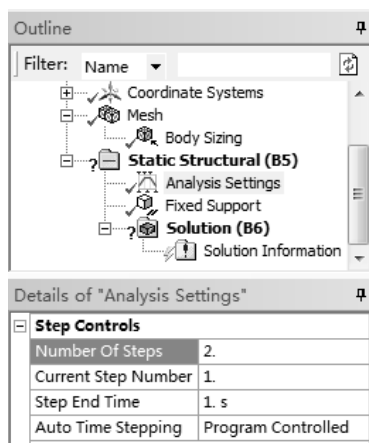

图 7-59 分析设置
1) 在【Outline (分析树)】中选择【Analysis Settings】节点，在详细设置窗口中设置【Number Of Steps】为 2，如图 7-59 所示。